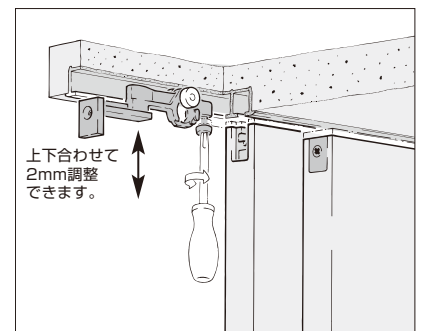

図 2-3-2
- (4) 高さの調節を、図 2-3-2 のように行なってください。
- (5) ローラー①の戸端のねじを締めてください。
- (6) 扉の閉る位置に合わせてストッパー②を動かし、固定してください。
④戸当り⑩(オプション)を取り付けます。